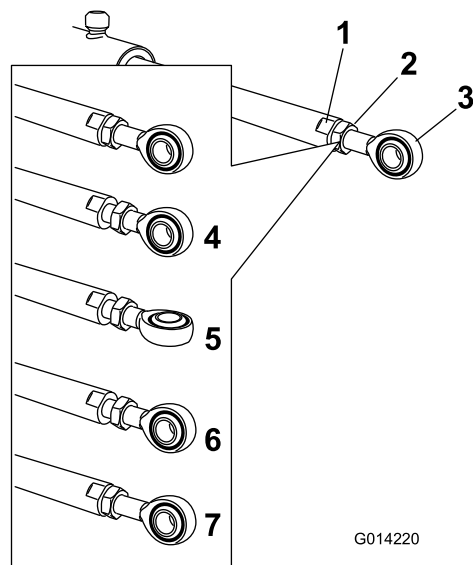

Figura 106
5. Coloque una llave plana sobre las zonas planas del actuador para inmovilizarlo, luego afloje la contratuerca para poder manipular la rótula (**Figura 106**).
6. Gire la rótula del actuador para acortar o alargar el actuador extendido a la posición deseada (**Figura 106**).